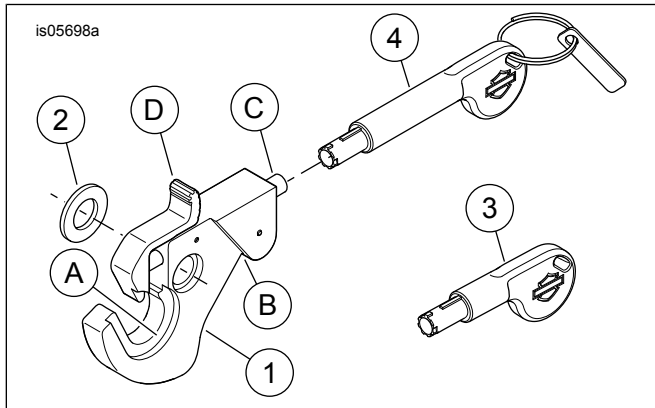

Рисунок 9. Запасные части: Комплекты съемных замков
См. Рисунок 9 . В зависимости от установленного съемного аксессуара положение рельефа (А) и вырезов (В) используется как разделитель или стыковочная точка. Убедитесь, что замок с блокировкой расположен таким образом, чтобы был доступ к ключу для разблокировки замка.
1. **Блокировка замка:** См. Рисунок 9 . Когда съемный аксессуар установлен, нажмите пружинный замок (C).